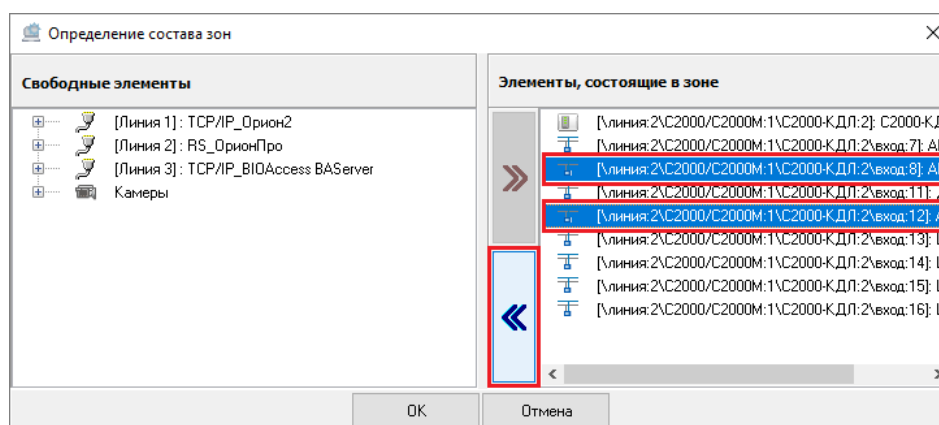

Рисунок 6-380 Удаление привязки объектов системы к системной зоне кнопкой переноса
- выделите один или несколько объектов системы в поле «Элементы, состоящие в зоне» (для выделения сразу нескольких объектов системы нажмите на клавиатуре и удерживайте клавишу <Shift> для выбора диапазона или клавишу <Ctrl> для комбинированного выбора) и нажмите кнопку переноса  (см. Рисунок 6-380);